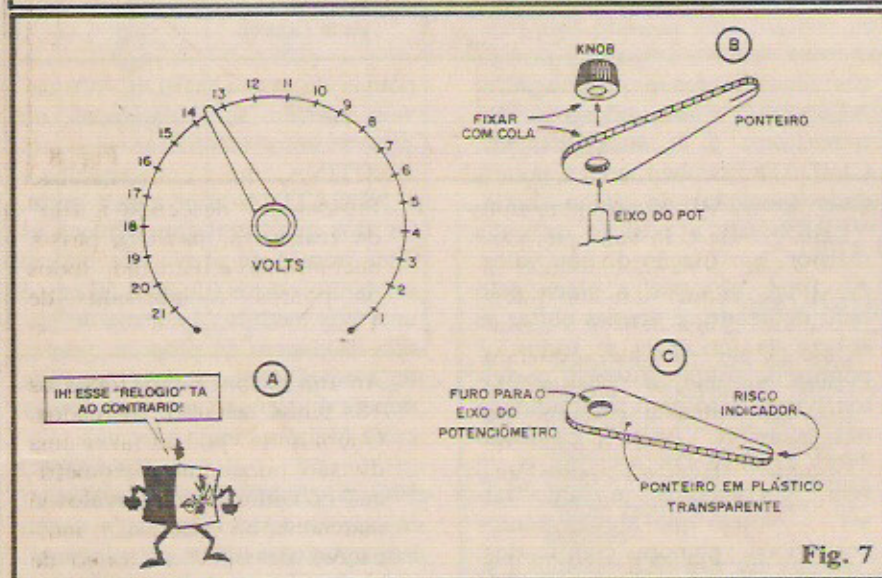

Fig. 7
- FIG. 7-A - Exemplo básico da escala circular, já com o knob/ponteiro incorporado. Notem que a marcação vista é apenas um exemplo, já que os exatos posicionamentos da graduação dependerão da CALIBRAÇÃO a ser feita pelo Leitor/"Aluno". De qualquer modo, o alcance básico do VOLTÍMETRO situa-se em torno de 20V e, portanto, não mais do que 20 divisões básicas serão necessárias (talvez intercaladas com sub-marcações, correspondentes a intervalos de "meio volt"...). O tamanho (diâmetro) da escala semi-circular dependerá basicamente das próprias dimensões originais do painel frontal da caixa utilizada... Quanto maior melhor, de modo que mais confortavelmente possam ser visualizadas as divisões angulares e as marcações correspondentes a cada ponto.
- FIG. 7 - Como acoplar o "ponteiro" indicador ao knob. O furo do ponteiro deve permitir a livre passagem do eixo do potenciômetro. Para que tudo fique bem firme, o ponteiro deve ser fixado com cola à base do knob (usar adesivo de epoxy ou de cianoacrilato).
- FIG. 7-C - O "ponteiro", em si... Não passa de um pedaço, cuidadosamente recortado, de plástico rígido e transparente, fino, longo e estreito... Convém lixar bem as bordas, por uma questão de acabamento, arredondando eventuais arestas. Na sua extremidade indicadora (e mais estreita), um risco fino e reto deve ser feito, de modo a constituir um "fino" e nítido indicador, colaborando para a precisão das leituras e facilitando a visualização do valor indicado na escala semi-circular...
O circuito da MP-20 não requer, implicitamente, ajustes. A calibração é feita a partir da própria escala ou dial acoplado ao knob/ponteiro. É importante notar (ver fig. 7-A) que a dita escala é "invertida" ou seja: "caminhando" no sentido **horário** do knob/indicador, os valores das Tensões indicadas vão "caindo" (e não "subindo"...).